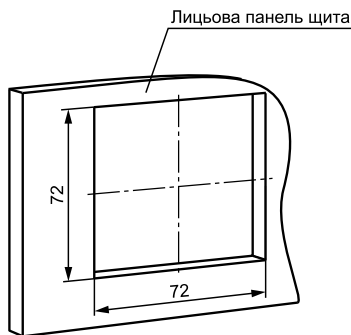

Рисунок 1 – Установчі розміри
1. Підготувати на двері шафи установчий отвір згідно з установчими розмірами (див. *рисунок 1*).